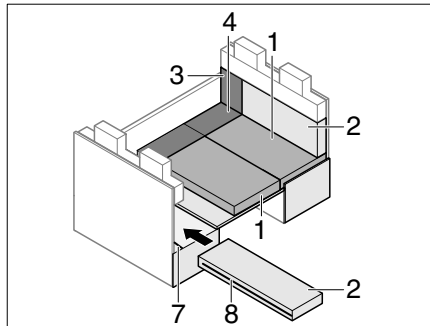

Fig. 208 Durante la trasformazione
- Aprire la chiusura lampo (Fig. 208,8) del cuscino dello schienale.
- Applicare la scanalatura del cuscino posteriore sulla la traversa ISOFIX (Fig. 208,7).